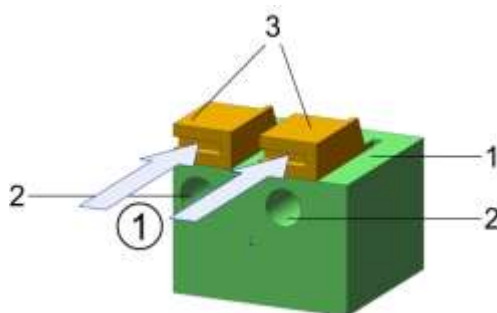

Рисунок 2.13
2.3.5.7. Переключатель режимов «HART/TEST» служит для управления функциями клемм «HART/TEST» (6,7) [см. рисунок 2.13] путем переключения режима тестирования на режим работы с HART-сигналом. Исходное положение переключателя режимов «HART/TEST» положение «TEST».